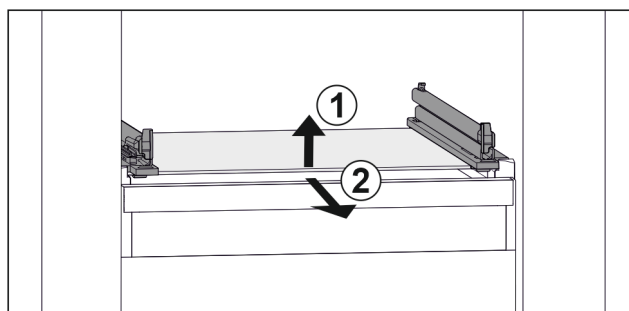

Fig. 118 Simbolična slika steklene plošče
- ▶ Steklenu ploščo dvignite v smeri naprej. Fig. 118 (1)
- ▶ Steklenu ploščo odstranite v smeri naprej. Fig. 118 (2)